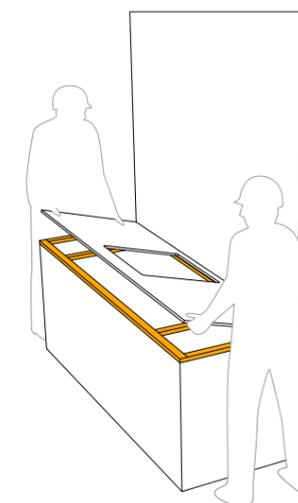

fig. 3
- Posare il countertop facendolo scivolare dall'esterno verso l'interno (fig. 3).